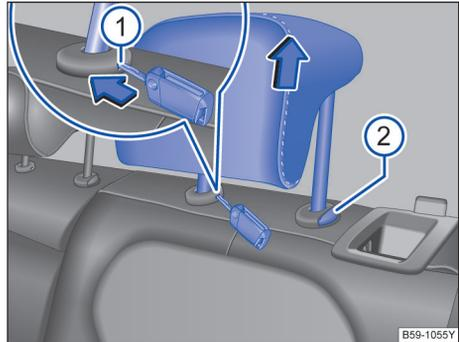

图 79 拆卸和安装后排头枕
- 将打开的汽车钥匙头插入护套的槽内 → 图 79 ①，并沿箭头方向用力顶住。
- 同时按压按钮②，另一人将头枕完全拔出。
- 按住按钮 → 图 79 ② 向下移动头枕。